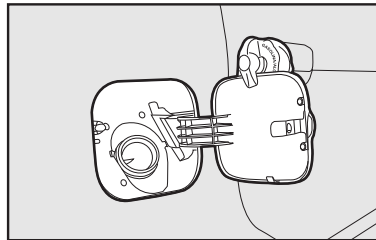

fig. 126
- Luego de retirada la tapa de su alojamiento, colóquela en el soporte sobre la puerta **fig. 126**.